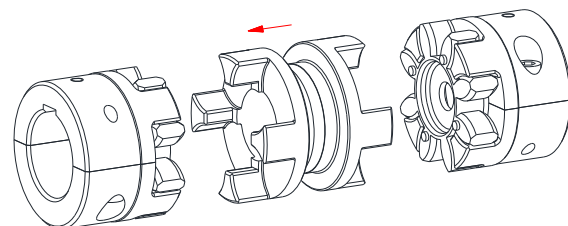

Figura 18: Montagem do espaçador DKM-H
- Coloque o espaçador DKM-H (ver figura 18) e desloque os agregados no sentido axial, até atingir as medidas E e S (ver figura 3 e tabela 3).